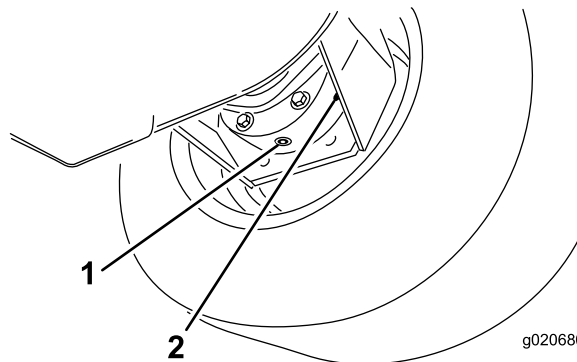

図 106
3. ブレーキハウジングの下に容器を置き、プラグを外してオイルを抜く 図 106。